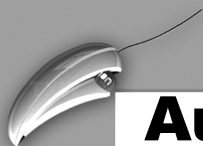

图 3-57 上下文面板
1) 在上下文面板中，确认“类型”设置为“自动”，然后单击“自动剖分”按钮，如图 3-57 所示。